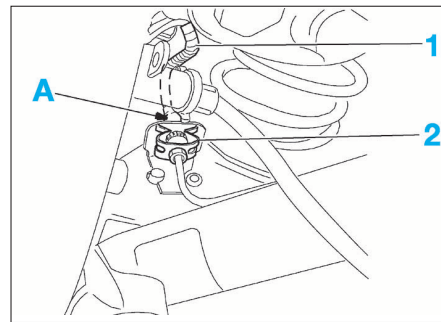

FIG. 9
- Désaccoupler le flexible de frein (1) en (A) (Fig.9).
- Récupérer le cavalier (2).